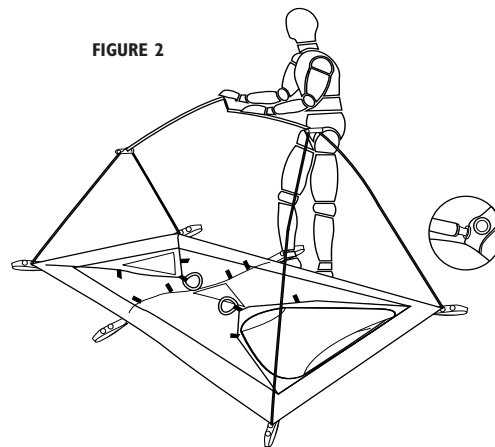

FIGURE 2
7) Place one end of the spanner through the center hole of the first junction tube. Disconnect rods in the middle of the spanner. Place opposite end of spanner through the second junction tube (See figure 2).
8) To finish installing the spanner, push down on the disconnected rods until they spring back together. This forms a free standing frame (See figure 2).
7) Insérer une extrémité de la faîtière dans l'ouverture centrale du premier tube de jonction. Séparer les tiges au milieu de la faîtière. Insérer l'autre extrémité de la faîtière dans l'ouverture centrale du deuxième tube de jonction (voir Figure 2.)
8) Pour finir le montage de la faîtière, pousser vers le bas sur les deux sections non jointes jusqu'à ce qu'elles s'emboîtent. L'armature devient alors autoportante (voir Figure 2.)